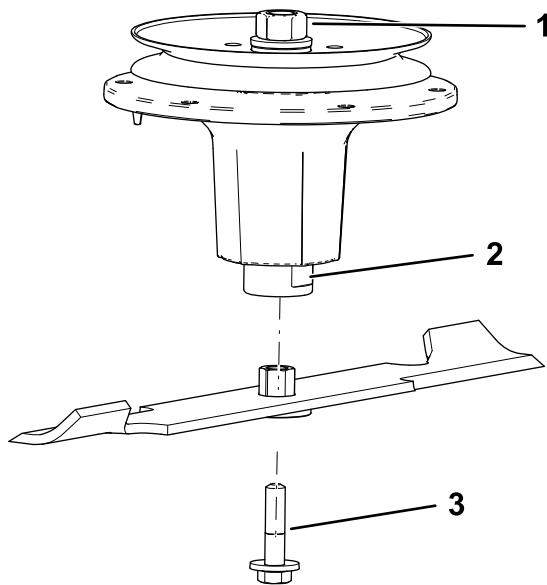

Figure 122
- 2. Installez l'ensemble douille et lame sur l'axe de pivot (Figure 122).